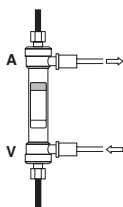

Fig.5/Abb.5/Εικ.5/Рис.5
- Conecte las líneas de dializado con los puertos de dializado de modo que el mismo fluya contracorriente respecto del flujo de sangre. Elimine las burbujas de aire y lave el lado de dializado con dializado que fluya a alrededor de 500 mL/min. (Fig. 5). Deje fluir el dializado por lo menos durante 5 minutos. Evite cualquier ultra-filtrado durante este procedimiento.